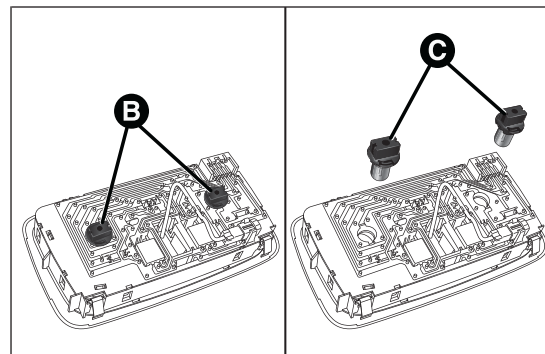

fig. 180
- ☐ svitare le sedi B fig. 180 delle lampade ed estrarre le stesse sfilandole verso l'esterno e successivamente sostituire le lampade C;